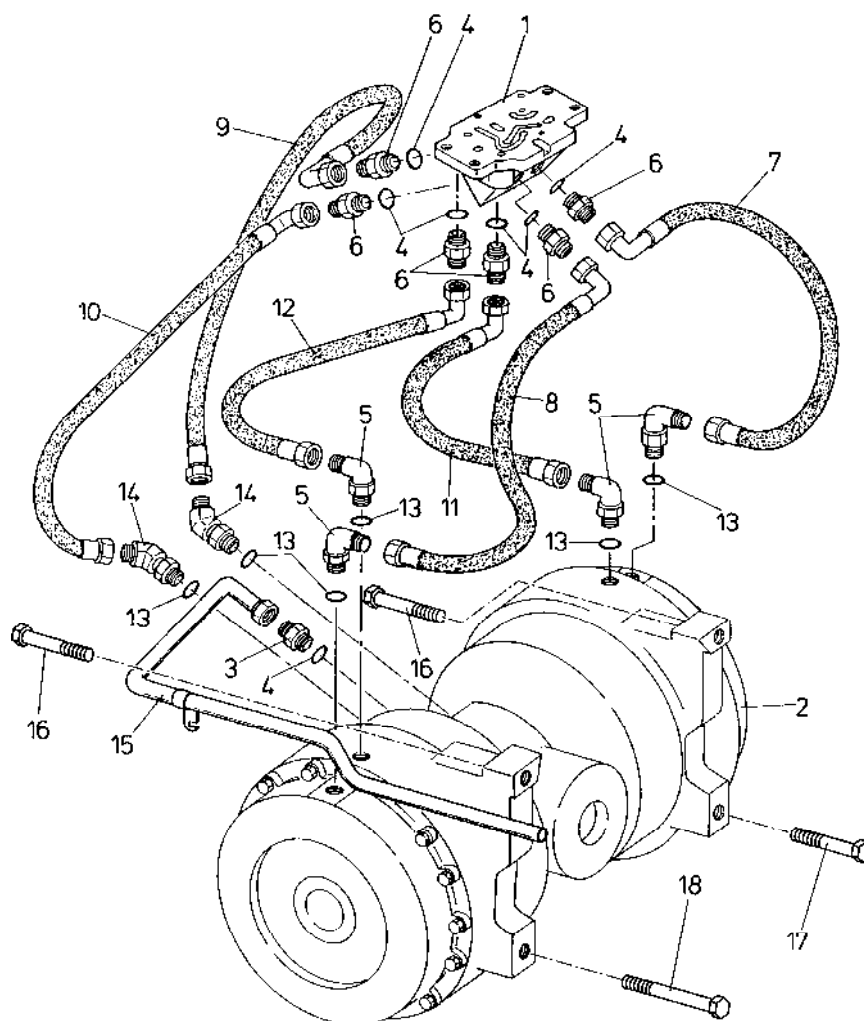

Рис. 7Е.7. Двухскоростной механизм поворота со шлангами
17. Прикрепить подъемник с регулируемыми стропами к механизму поворота, как показано на Рис. 7Е.6 и натянуть стропы.
19. Опустить агрегат и отсоединить шланги коллектора и колена от корпуса механизма поворота и снять коллектор вместе со шлангами и соединениями (См. Рис.7Е.7)